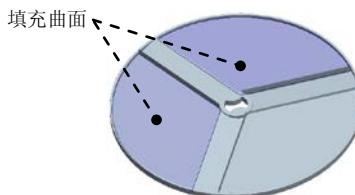

图 5.16 填充剩余的曲面
Step9. 参见 Step8 的操作步骤, 创建图 5.16 所示的剩余两个填充曲面。